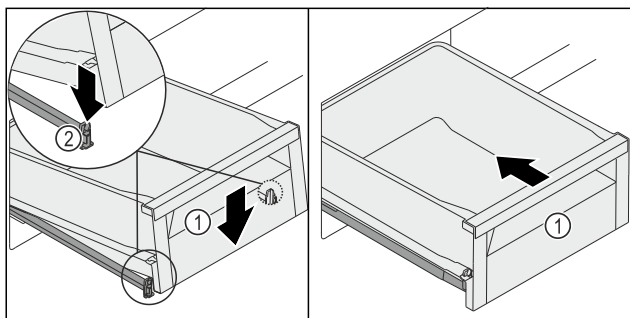

Fig. 137
- ▶ 降下前方抽屉 Fig. 137 (1)，使左右侧抽屉滑入夹子 Fig. 137 (2)。
- ▶ 听到抽屉 Fig. 137 (1) 的卡紧声。
- ▶ 推入抽屉 Fig. 137 (1)。